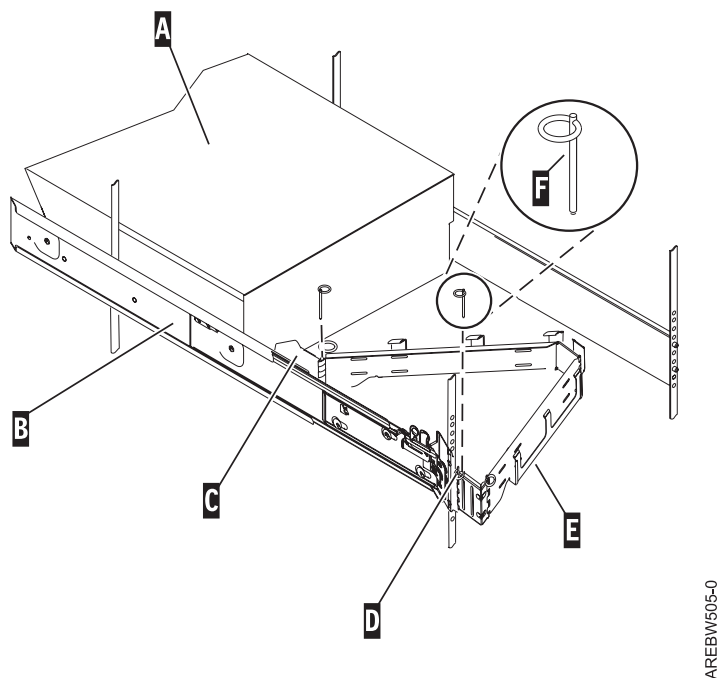

Figure 7. Fixation du bras de routage des câbles
8. Avec l'aide de trois personnes, saisissez les deux poignées situées de chaque côté du tiroir du système et placez le système sur la glissière intérieure. Alignez chaque taquet **A** avec la fente **B**, comme indiqué par la ligne verticale pointillée de la figure 7. Faites coulisser le système d'un centimètre vers l'arrière pour terminer la mise en place.